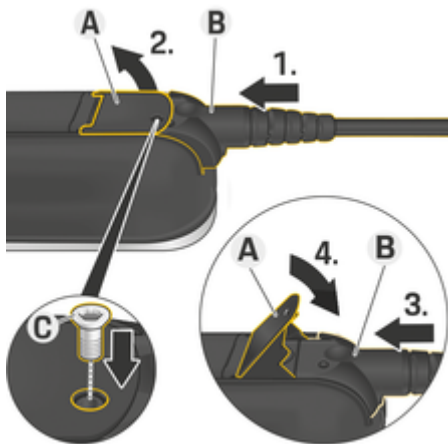

図. 225: ケーブルの接続とプラグの固定
- ✓ レバー **A** (図. 225) が閉じている。
- 1. 抵抗を感じる所までプラグ **B** (図. 225) をコントロールユニットに挿入します。
- 2. リフトレバー **A** (図. 225)。
- 3. プラグ **B** (図. 225) を完全に押し込みます。
- 4. レバー **A** (図. 225) を閉じます。
- 5. スクリュー **C** (図. 225) を使用してプラグ **B** (図. 225) をコントロールユニットに固定します。